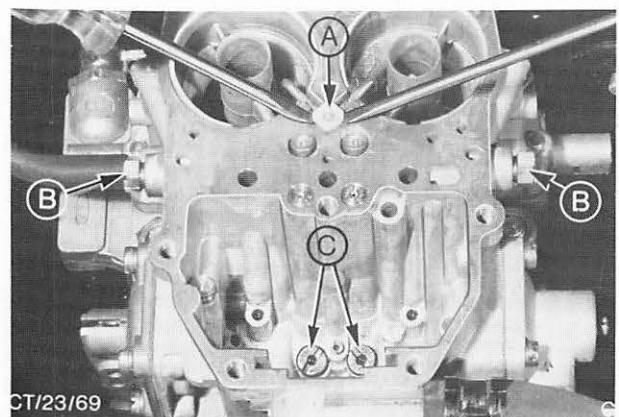

Abb. 80 Düsen, die zur Reinigung entfernt werden müssen
9. Beide Leerlaufdüsen und Hauptdüsen herausdrehen. Spritzrohre mit zwei schmalen Schraubenziehern vorsichtig herausheben. Abb. 80.